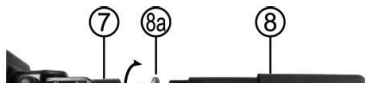

Figura 7: Montaggio leva di bloccaggio
filettatura della leva di bloccaggio (8). Avvitare la leva di bloccaggio nell'apposito alloggiamento (7) dell'aggancio rapido, figura 7. Avvitare la leva di bloccaggio (8) nell'apposito alloggiamento (7) dell'aggancio rapido. Avvitare la filettatura completamente all'interno dell'alloggiamento e stringere la prolunga della leva con una chiave per viti (la leva di bloccaggio presenta una superficie per chiave da 17, vedi figura 8).